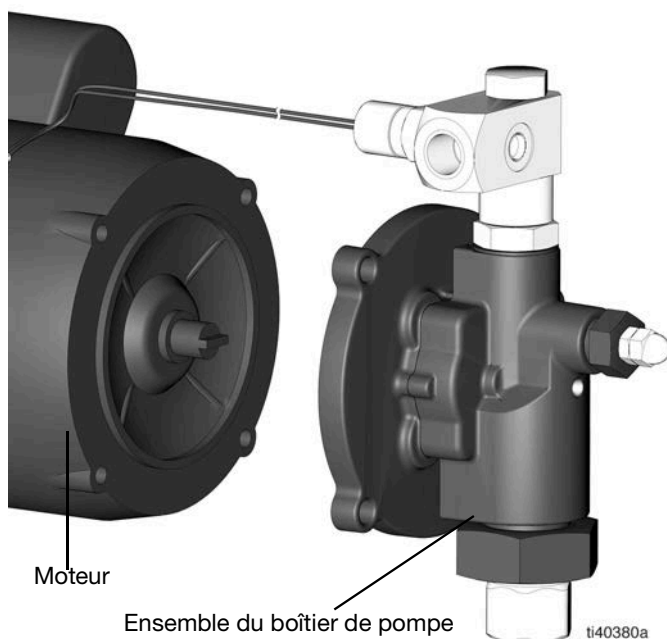

FIG. 25
14. Retirez l'ensemble du boîtier de pompe du moteur (FIG. 25).